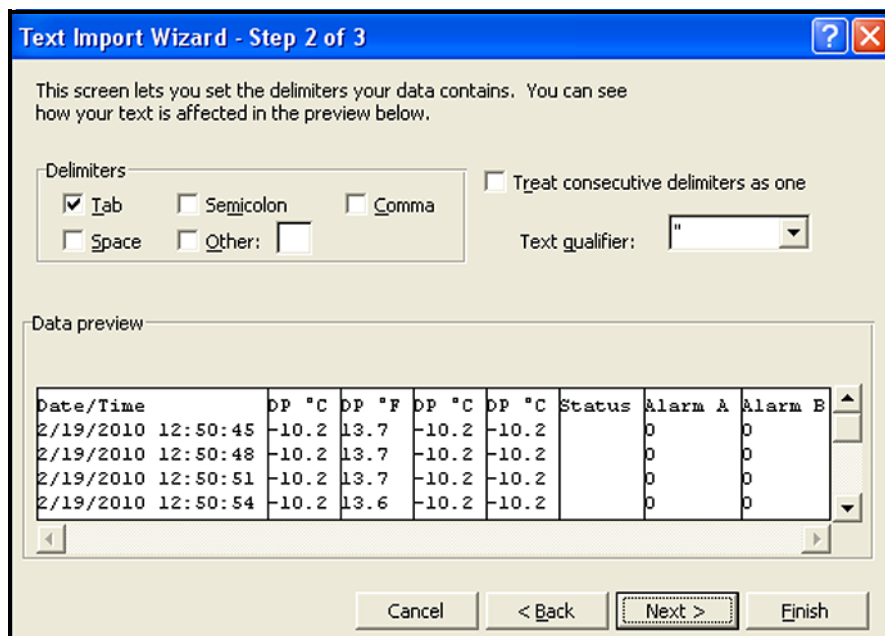

Figura 60: Assistente de importação do Excel – Etapa 2
2. Siga as instruções na tela, faça alterações se necessário e clique em **Avançar**. Uma janela semelhante à janela em *Figura 60* abaixo será aberta.